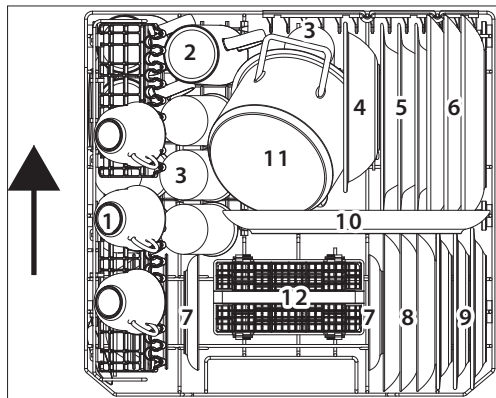

Abb. 15: mit ausgeklappter Tassenauflage
- ▶ Beladen Sie den Geschirrkorb (9) wie im Beispiel (siehe **Abb. 15/16**) abgebildet. Der Pfeil zeigt die Einschubrichtung. Geschirrtteile sollten an den vorgesehenen Stellen platziert werden, um das beste Reinigungsergebnis zu erzielen.